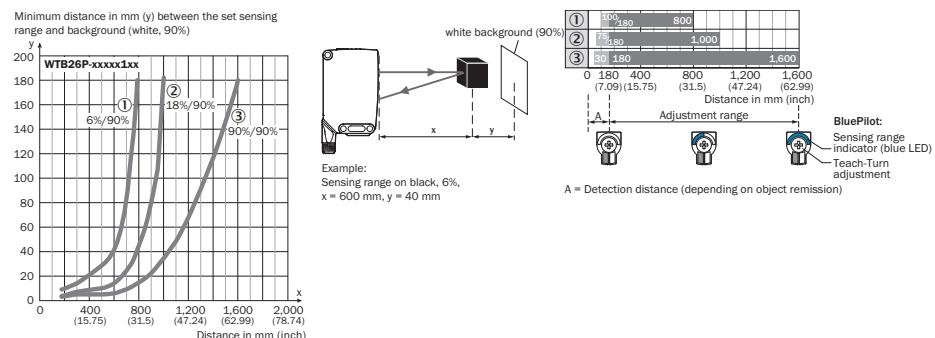

図 80: 特性曲線 1, WTB26P-xxxxx1xx, 赤色光
背景抑制用の最小間隔(=y)は、図[図80 ①]に基づいて以下の通り求めることができます: